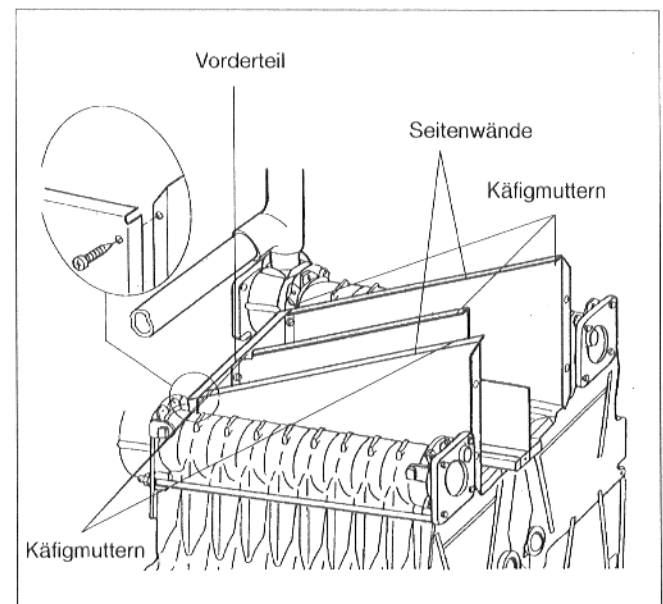

Abb. 17:
- Zuerst die eine, dann die andere Seitenwand in die Führungsnut einsetzen und mit dem Vorderteil verschrauben (Abb.17).